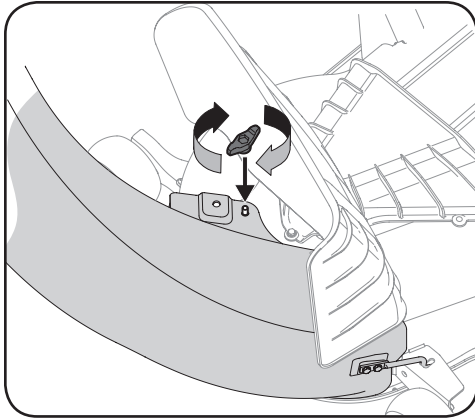

Figure 4-32
6. Fixez le poids et les plaques de poids aux supports de suspension à l'aide de deux vis à tête hexagonale de 3/8 po (710-3085) et de deux écrous (712-04065) comme illustré à la Figure 4-32.